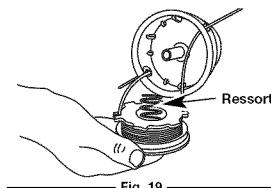

Fig. 19
13. Insérez les extrémités du fil dans les œillets de la bobine extérieure et placez le moulinet et le ressort dans la bobine (Fig. 19). Enforcez le moulinet et la bobine ensemble. Tout en tenant le moulinet et la bobine, saisissez les extrémités et tirez fermement pour dégager le fil des fentes de retenue de la bobine.
5. Insérez les extrémités du fil dans les œillets de la bobine extérieure (Fig. 19).